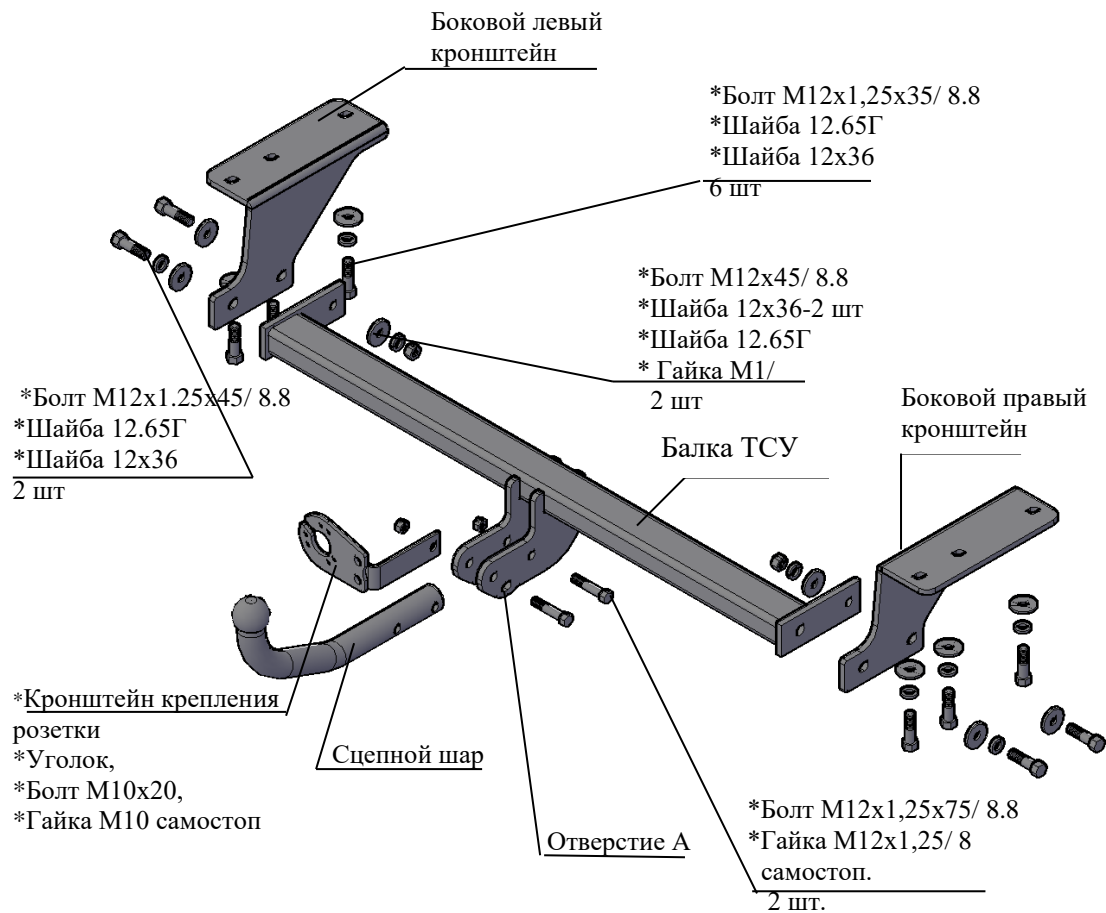

Рис.1 Тягово-сцепное устройство 9021.
2.1 ТСУ 9021 в сборе (рис.1)	1 шт.
2.2 Пакет с комплектующими (см. рис.1)+ защитный колпак	1+1 шт.